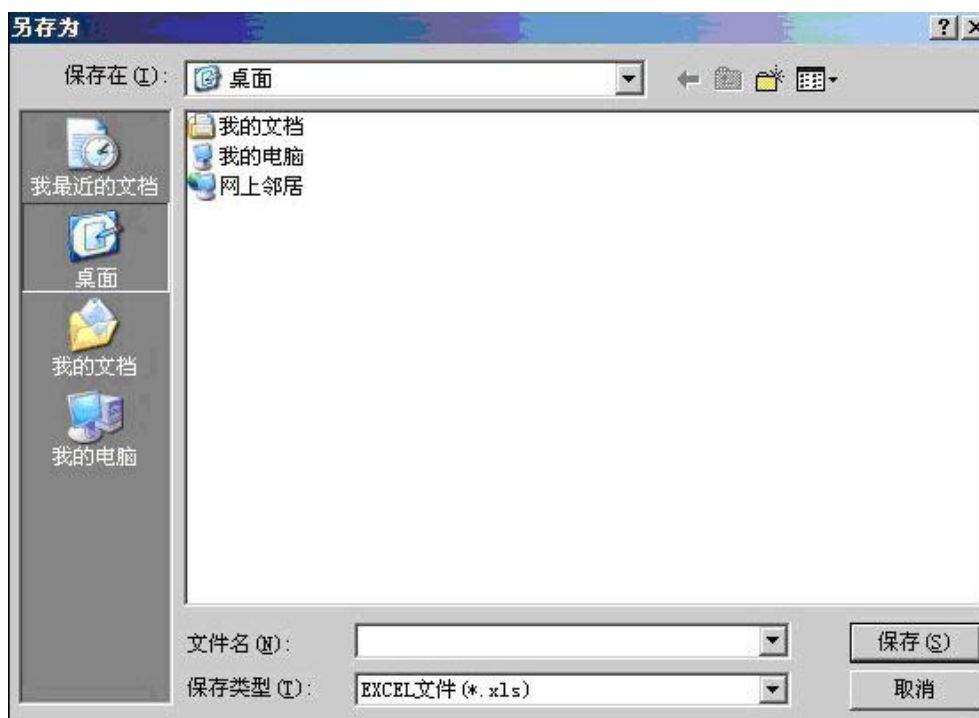

图 22 保存数据
(6) 导出数据。在数据同步完成后，点击“导出数据”按钮，在“另存为”对话框中，选择您要保存文件的位置，保存数据，如图 22 所示。